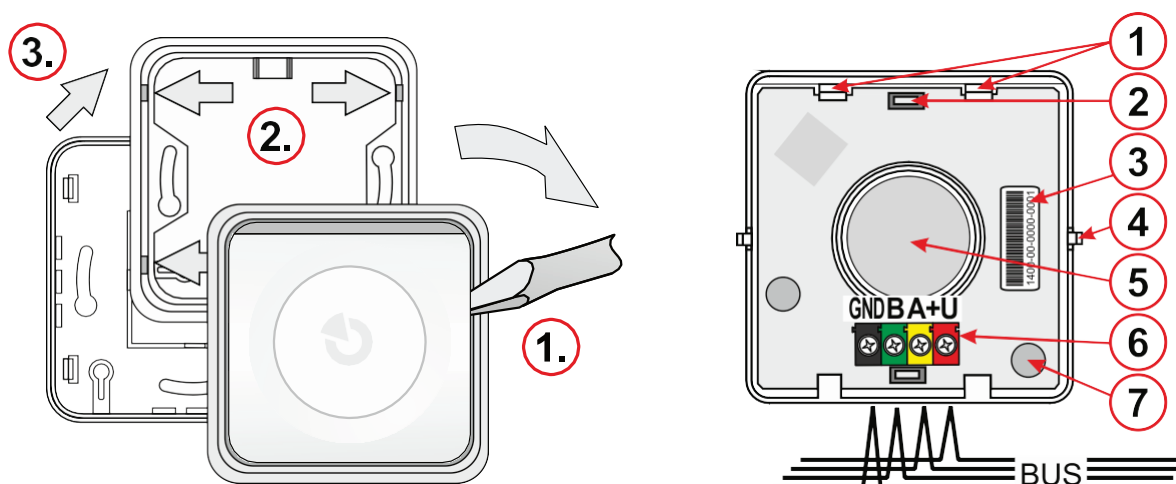

Fig. 1: Desmontaje de la sirena antes de la instalación, Fig. 2: Descripción de la parte interna de la sirena
1. Retire el cuerpo (botones) de la sirena del marco de plástico presionando en un lado del cuerpo (1.) usando un destornillador como se muestra en la Fig. 1.